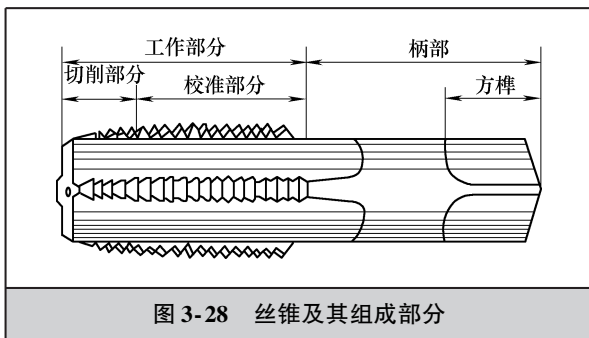

图 3-28 丝锥及其组成部分
(1) 攻螺纹 攻螺纹是利用丝锥在圆柱孔内表面上加工出内螺纹的操作。攻螺纹的工具是绞杠和丝锥（图 3-28）。图 3-29 所示为攻螺纹过程。